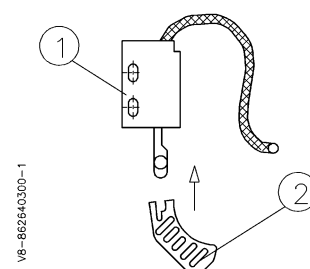

Bild 3. Hebel (2) aufklippen
- Klippsen Sie den Hebel (2) auf den Riegelschaltkontakt. (Bild 3)